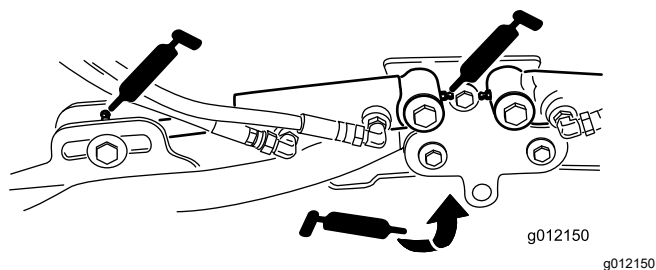

Рисунок 67
- Цилиндры подъемных рычагов режущего блока (по 2 шт.) (Рисунок 67)
- Оси поворота подъемного рычага (по 1 шт.) (Рисунок 67)